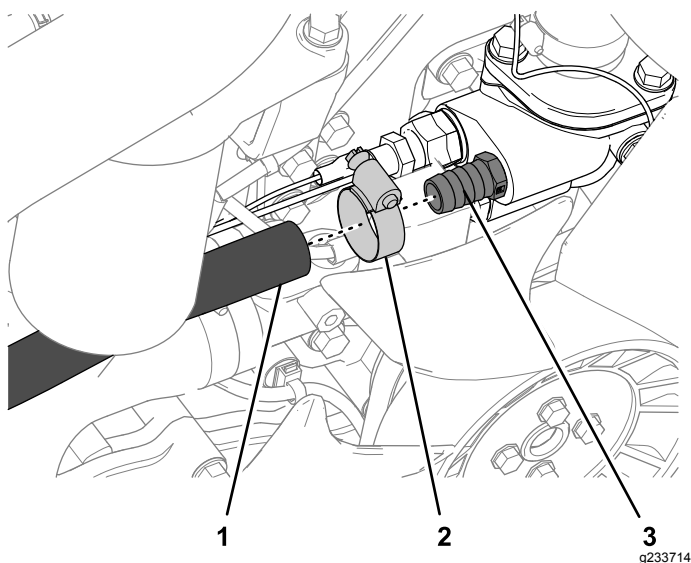

Figura 27
2. Deslize a braçadeira de tubos por cima da extremidade do tubo (Figura 27).
3. Insira o tubo por cima da união reta e prenda-o com a braçadeira de tubos ($\frac{1}{2}$ pol. a $1\frac{1}{4}$ pol.), conforme indicado na Figura 27.